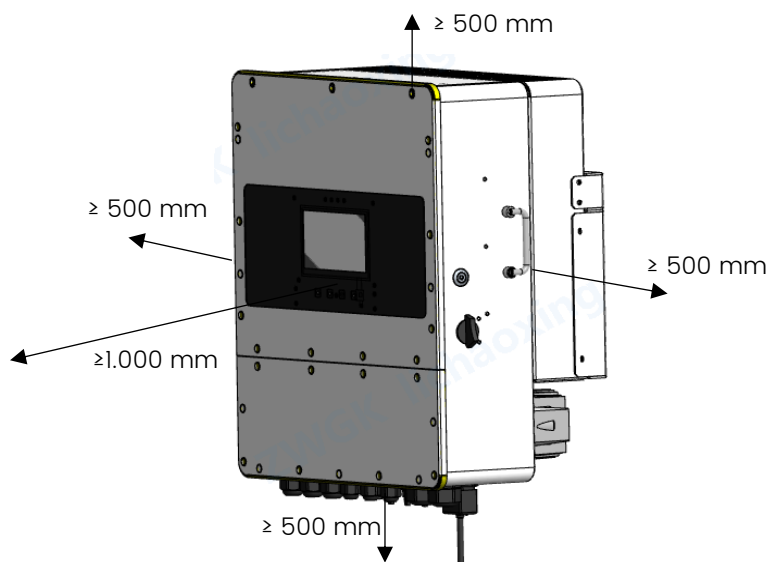

Abbildung 2.1 Empfohlener Abstand um das Gerät
- Installieren Sie das Gerät an einer Stelle mit ausreichendem Abstand, wie in Abbildung 2.1 gezeigt, um eine ausreichende Wärmeableitung und genügend Platz zum Entfernen der Stiche zu gewährleisten. Für eine gute Luftzirkulation zur Wärmeableitung sollte ein Abstand von etwa 1.000 mm eingehalten werden. Seitlich 500 mm, oben und unten 500 mm und vorderer Abfluss von 1.000 mm.